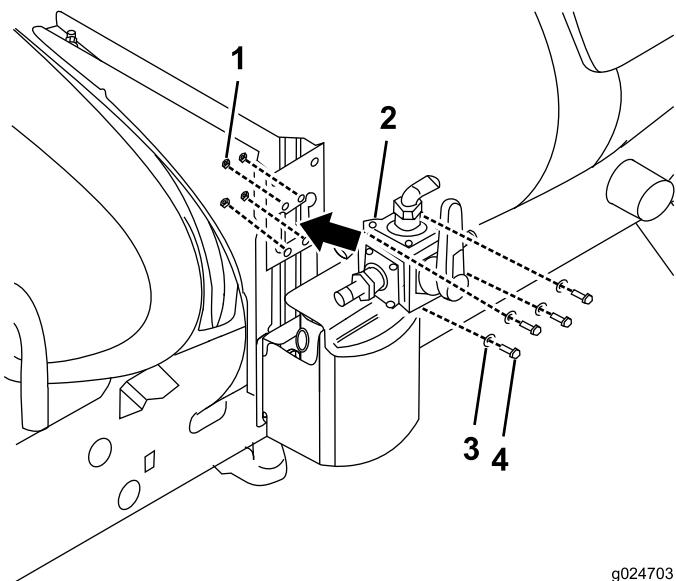

Figura 16
3. Instale la válvula de 4 vías en el soporte de la válvula con 4 contratuerca (6 mm) (Figura 16).